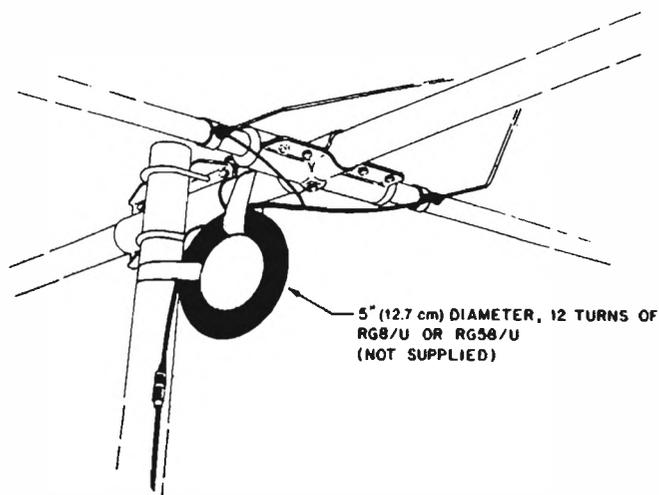

figura 1
In figura 1 viene consigliato dalla **hy-gain** un balun costituito da 12 spire di RG-8 avvolte su un diametro di 127 millimetri.
- 4) La calza del cavo B deve essere saldata al centrale del cavo A, e questa sarà la prima uscita; la seconda uscita sarà la calza del cavo A. Non vi è necessità di altre spiegazioni: la figura 5 è molto chiara. Fornendo radiofrequenza all'ingresso, all'uscita avremo rispetto massa, cioè unione di cavi A e B, una tensione a RF pressoché uguale ma in opposizione di fase adatta per alimentare un sistema radiante a ingresso simmetrico. Il principio tra questo balun e quello di figura 1 è praticamnete lo stesso, solo che quello consigliato dalla **hy-gain** non possiede la linea di compen-
sazione (cavo B, figura 5) quindi non è fornito di qualità proprio eccellenti. Per ricollegarmi al discorso fatto all'inizio, nel caso della figura 5 la costruzione non è molto immediata come quella della figura 1; non tutti coloro che comperano le antenne hanno la volontà, la pazienza e predisposizione per fare anche i lavori più semplici (non me ne vogliono).